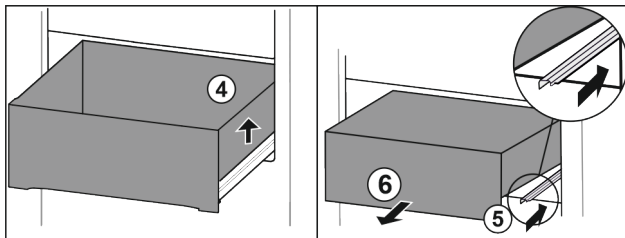

Fig. 128
- Soulever le tiroir sur la droite. Fig. 128 (4)
- Rentrer le rail de droite. Fig. 128 (5)
- Retirer le tiroir par l'avant. Fig. 128 (6)